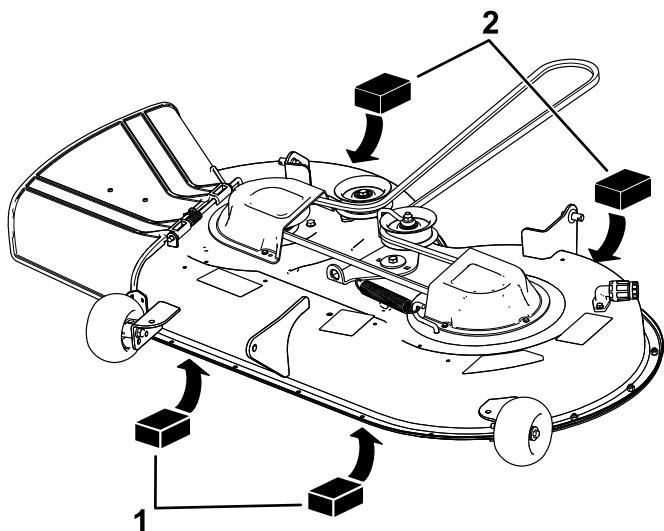

Figura 70
4. Coloque dos bloques de 6,6 cm de grosor debajo de cada lado del borde delantero de la carcasa, pero no debajo de los soportes de los rodillos protectores del césped (Figura 70).
5. Coloque dos bloques de 7,3 cm de grosor debajo del borde trasero del faldón de la carcasa de corte, uno en cada lado de la carcasa de corte (Figura 70).